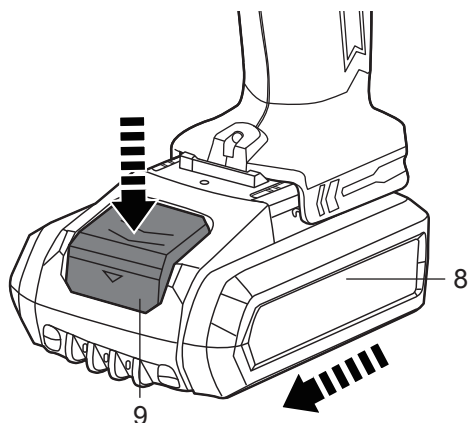

Fig. 4
- > Poussez le bouton de rotation avant/arrière (5) dans la position médiane pour verrouiller le bouton Marche/Arrêt (6) et éviter tout démarrage accidentel (voir la section « Fonctions de l'appareil - Bouton de rotation avant/arrière »).
- > Pour retirer la batterie, appuyez sur le bouton de déverrouillage (9) et retirez le bloc batterie (8) de l'appareil (fig. 4).